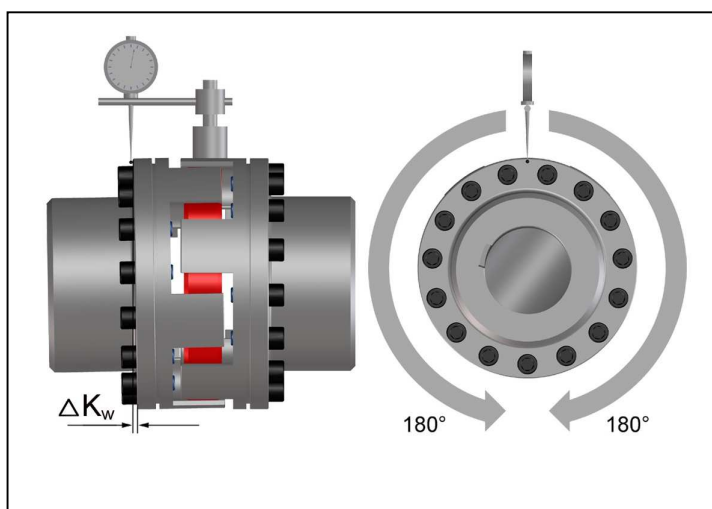

Bild 7
- Vermessen Sie eine ganze Umdrehung (360°) am äußeren Durchmesser. Ermitteln Sie dabei die größte Abweichung K_{w1} sowie die kleinste Abweichung K_{w2} (Bild 7). Berechnen Sie die Winkelverlagerung $\Delta K_w = K_{w1} - K_{w2}$.